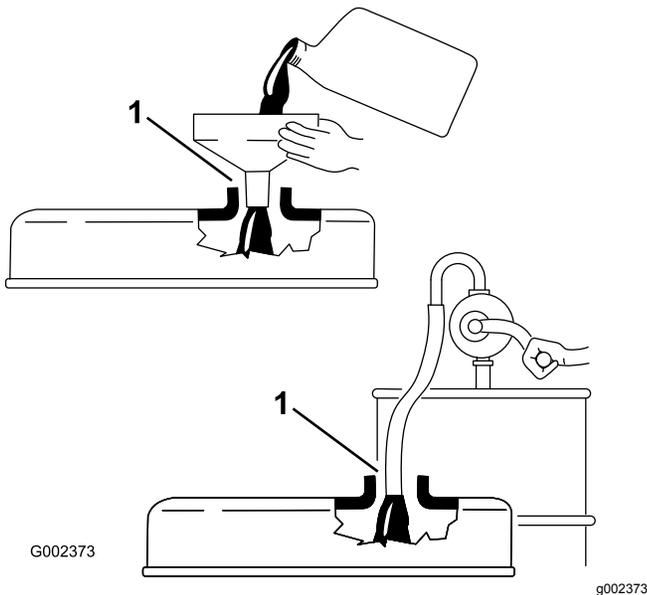

Figura 24
**Importante:** Certifique-se de que a vareta é removida quando atesta o motor com óleo. Quando adicionar óleo do motor ou óleo de enchimento, *tem de haver* uma folga entre o dispositivo de enchimento do óleo e o orifício de enchimento do óleo na cobertura da válvula, como se mostra na Figura 24. Esta folga é necessária para permitir a ventilação durante o enchimento, o que evita o derrame para o interior do respirador.